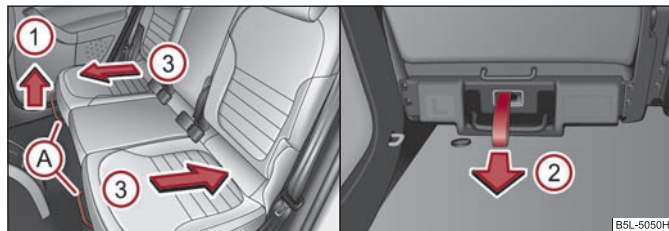

Fig. 67 Desbloqueo delante / detrás
- Tire de la palanca (A) ⇒ fig. 67 hacia arriba en la dirección de la flecha (1) o del lazo de desbloqueo en la dirección de la flecha (2) ⇒ fig. 67 y deslice el asiento a la posición deseada en la dirección de la flecha (3).